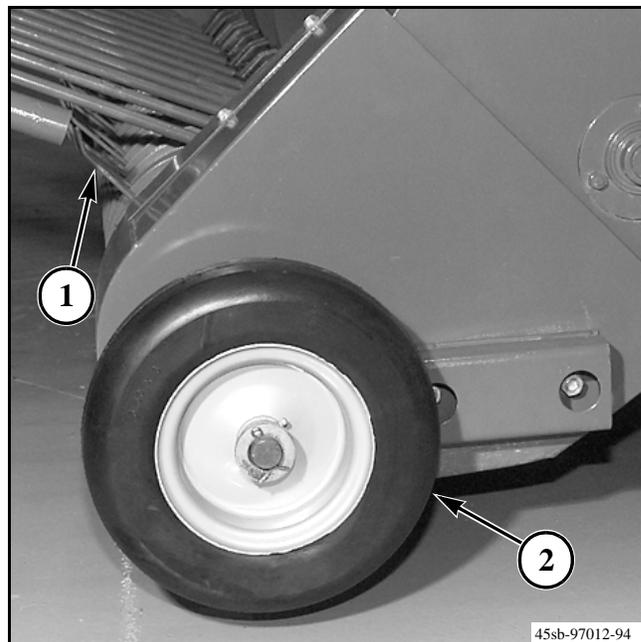

FIG. 13
FIG. 13: Utilice los dientes del recolector (1) lo más alto posible para recolectar el producto cosechado con prolijidad. No haga funcionar la máquina con los dientes en contacto permanente con el suelo. La altura suficiente de los dientes es de 50 mm (2 pulg.) por encima del suelo en la mayoría de las condiciones de campo.